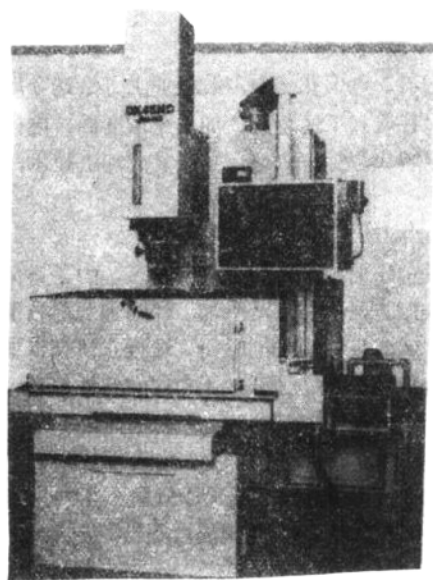

图1-2 DX45NC电火花成型机床外形
1. 日本Japax公司DX 系列电火花成型机床见表1-4, 其中DX 45NC 电火花 成型机床见图 1-2。